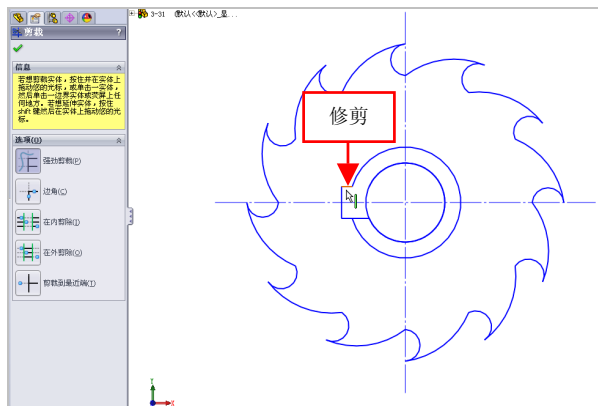

图 3-33 修剪图形效果
(3) 弹出【剪裁】属性管理器，在绘图区中，选择上方水平直线对象，并在大圆和直线的交点处，单击鼠标左键，修剪图形效果如图 3-33 所示。